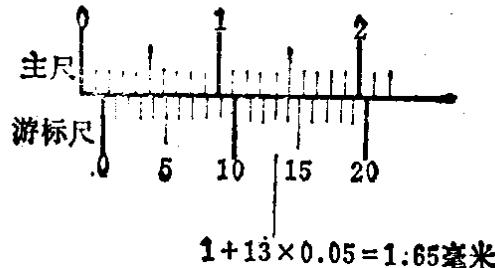

图1-9 游标卡尺的尺寸读法
(2) 尺寸读法 游标卡尺的尺寸读法一般按下列步骤(见图 1-9)：
① 读出游标尺零线在主尺上有多少毫米；
② 读出游标尺上与主尺上刻线对齐的格数，再用格数乘以游标卡尺的精度；
③ 将主尺读数与游标尺读数相加，即为游标卡尺所读出的尺寸。图 1-9 所示尺寸为 1.65 毫米。